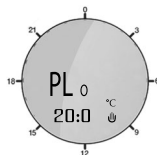

Рисунок 9. Индикация настройки энергосберегающей температуры
Далее для перехода в настройку энергосберегающей (минимальной) температуры необходимо еще раз нажать клавишу меню  (1) – на дисплее появится индикация, соответствующая рис. 9. Для изменения текущего значения используйте клавиши ▲(10) и ▼(11).